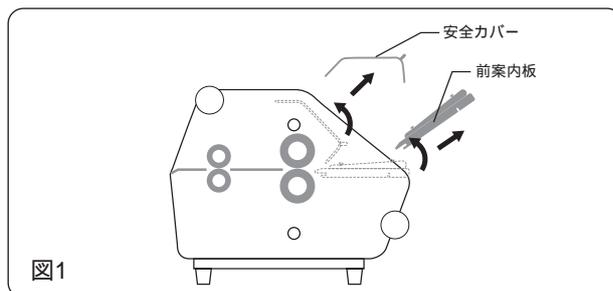

図1
1) ロールフィルム装填のため、安全カバーと前案内板を本体から外します。(図1)